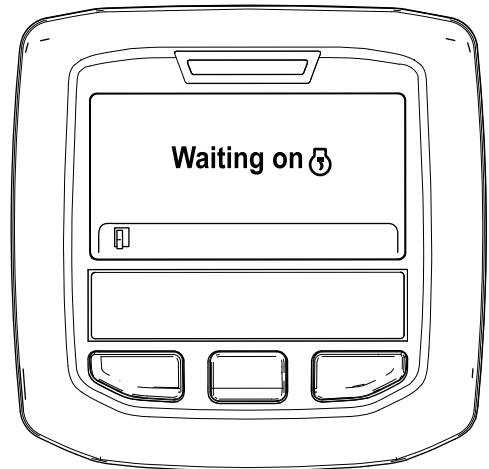

Figura 38
- B. Viene visualizzato il messaggio "In attesa di ⚙" (Figura 38).